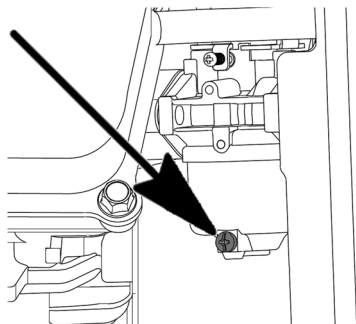

Рис. 27 Слив топлива с карбюратора
2. Выкрутите болт сливного отверстия (Рис. 27) на 2-3 оборота и слейте топливо из поплавковой камеры карбюратора.